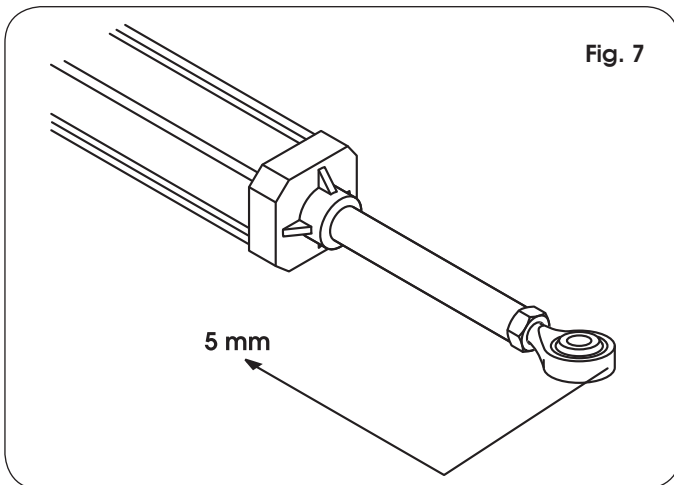

Fig. 7
- 5) Extrair a haste até o limite e colocar para dentro novamente 5 mm (Fig. 7).